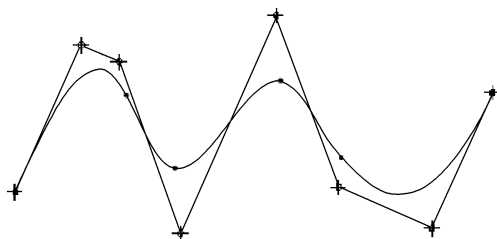

图 3-55 显示控制多边形
- 单击按钮，使其处于按下状态，样条曲线外面将显示控制多边形，如图 3-55 所示。通过控制多边形顶点的位置，可以调整样条曲线的形状。再次单击按钮，使其处于浮起状态，控制多边形将隐藏起来。
- 单击按钮，使其处于按下状态，显示如图 3-55 所示的控制多边形，调整样条曲线形状的操作方法和控制多边形显示与隐藏的方法相同。